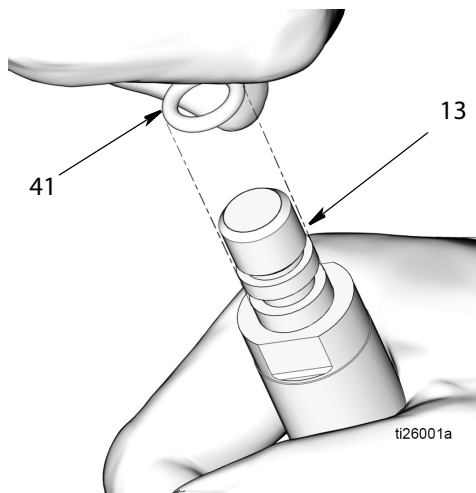

Рис. 20
- с. Извлеките уплотнительное кольцо круглого сечения (41) из штока поршня (13) (Рис. 20).